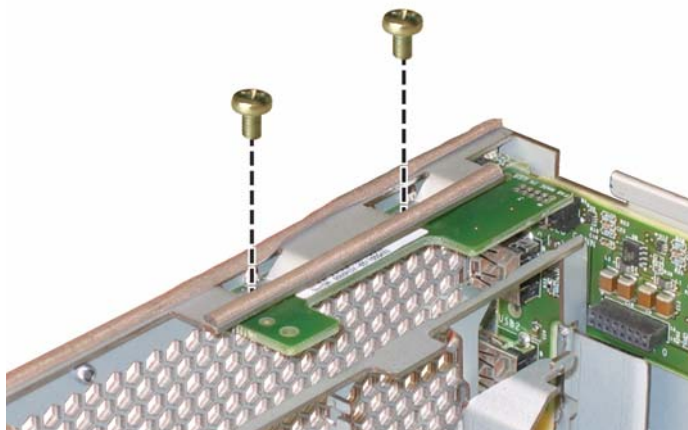

ABBILDUNG 4-25 Lösen der Schrauben der Anzeigenplatine
- a. Lösen Sie die beiden Schrauben, mit denen die Anzeigenplatine am Gehäuse befestigt ist. Siehe ABBILDUNG 4-25.